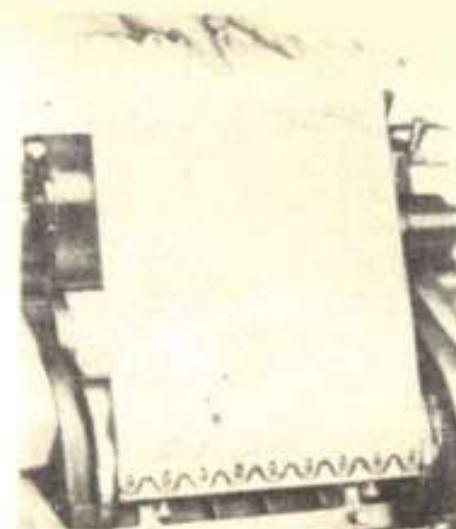

Fig. 53 - Mordaza Delantera
- 4.- Enganche un extremo de la mantilla a la barra de pernos en la misma forma que se ilustra en la Fig. 53.